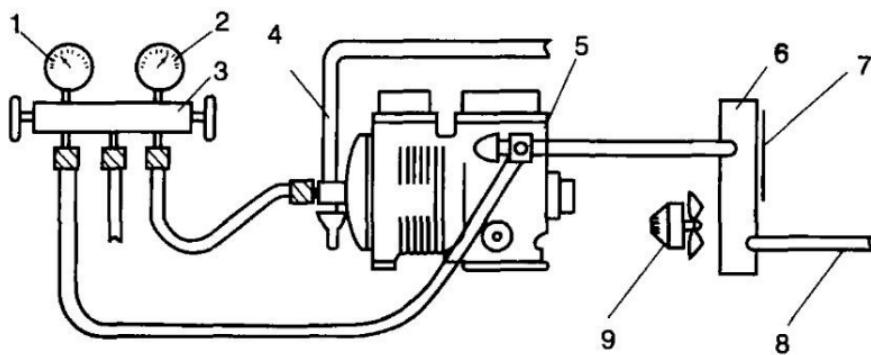

Рис. 32. Проверка реле высокого давления:
9.2. На реле высокого давления воздействует давление хладагента на линии нагнетания. При избыточном давлении нагнетания реле останавливает электродвигатель компрессора, защищая его от перегрузки. Для проверки реле высокого давления устанавливают манометр на нагнетательном вентиле компрессора (рис.32), выключают вентилятор воздушного конденсатора или водяной насос, если такой предусмотрен. Включают компрессор и в тот момент, когда реле его остановит, фиксируют показания манометра. Если фактическое давление не соответствует уставке, то реле регулируют. Это реле, как и реле низкого давления, редко требует замены, за исключением случая, когда в сильфоне имеется утечка хладагента.